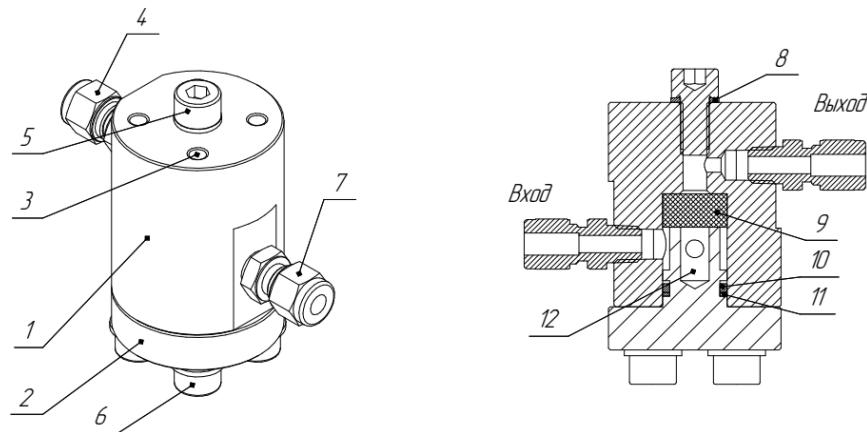

Рис. 3. Фильтр
4.4 Корпус фильтра 1 (Рис. 3) и крышка 2 выполнены из нержавеющей стали. Внутри корпуса установлен фильтрующий элемент 9, выполненный из тонкой, прессованной, нержавеющей проволоки. Фильтрующий элемент поджимается крышкой, которая герметизируется резиновым уплотнением круглого сечения 10. Сверху расположено технологическое винт 5, закрывающий технологическое отверстие. Технологическое отверстие служит для выталкивания фильтрующего элемента при его обслуживании.